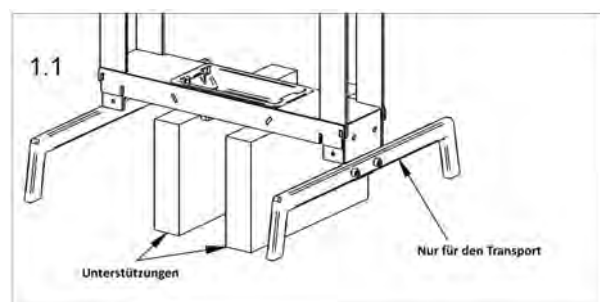

Abb. 11: Unterstüzungen zum Entfernen der Transporthilfen
Schritt 1: Stellen Sie die Werkstattpresse auf ausreichend stark dimensionierte Unterstüzungen (Abb.11).
Schritt 2: Demontieren Sie auf beiden Seiten des Gestells die Transporthilfen (siehe Abb. 11 und 12).